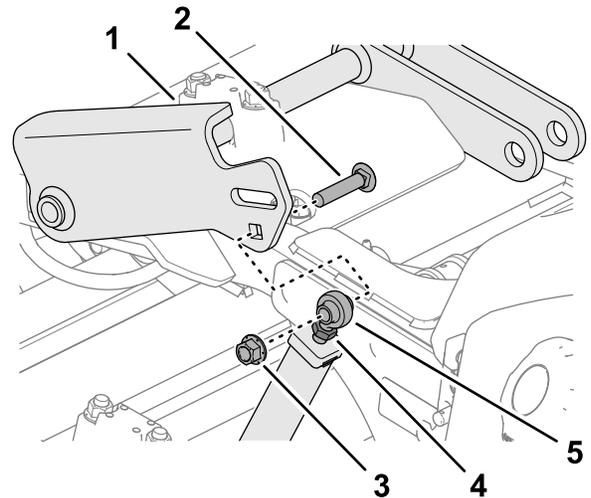

図 52
3. ロッドの端部を昇降リンクに固定しているロッド端部用ジャムナットをゆるめる 図 52。